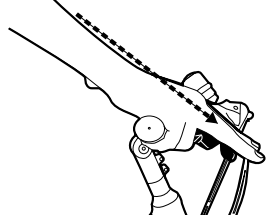

Figura 10. Leva del freno allineata con gli avambracci
1. Per garantire un buon posizionamento della leva, allentare le viti tenendo la leva sull'attacco del freno, quindi regolare l'angolo in modo che si trovi in linea con gli avambracci in posizione di guida (*Figura 10*).